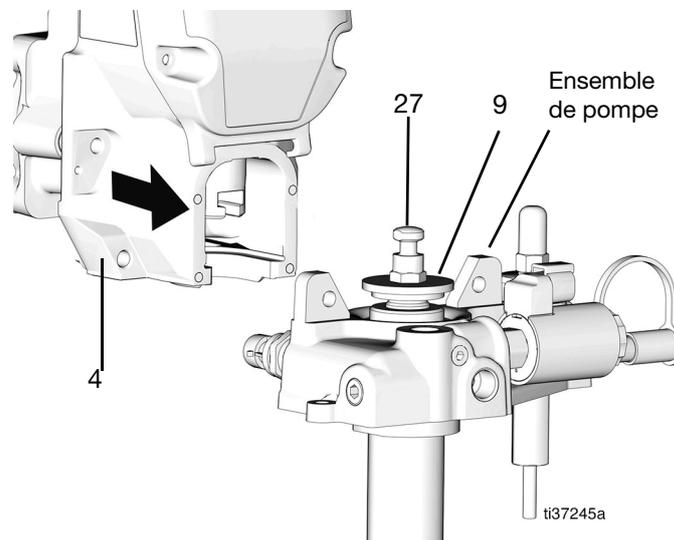

FIG. 67
27. Adapter l'ensemble de pompe à la tête d'engrenage (4). L'écrou de retenue (9) peut être desserré pour augmenter l'espace. Aligner la tige de pompe (27) avec la découpe et la glisser en place (FIG. 67).
**REMARQUE :** Laisser l'écrou de retenue desserré (9).